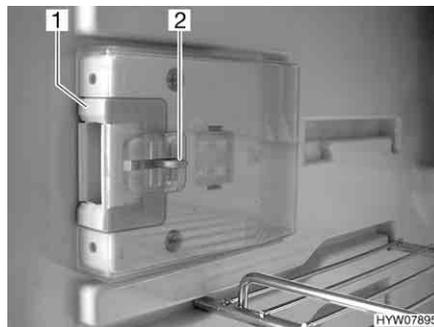
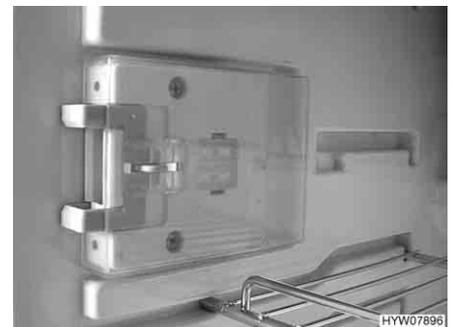

Bild 160 Verschlusseinrichtung (Normalstellung)
Bild 161 Verschlusseinrichtung (Lüftungsstellung)
- Die Entriegelung (Bild 160,2) eindrücken.
- Die Verschlusseinrichtung (Bild 160,1) nach vorn schieben (Bild 161).